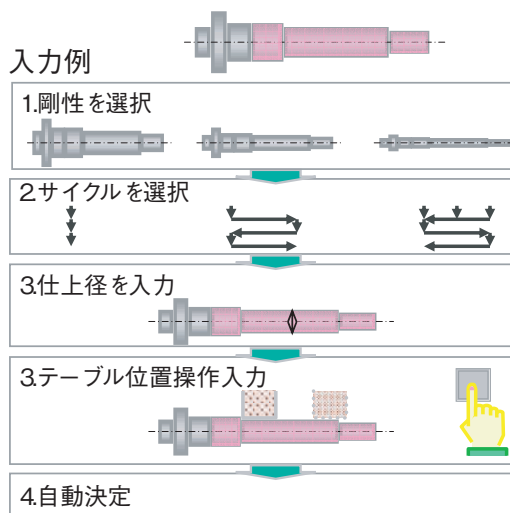

図7 研削データ作成
- 6) 機械上で砥石と工作物の位置合わせを行い、その位置をボタン1つで取り込み、自動運転するのに必要なデータに変換する機能により、入力データ数の削減および入力ミスの低減を図っている (図 7)。(操作入力機能)